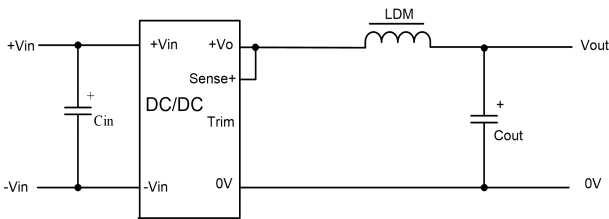

图 3
- ① Ctrl 控制引脚的电压是相对于输入引脚-Vin;
- ② 纹波噪声测试时具体操作方法参见图 3;
- ③ 过温保护形式为产品输出关断;
- ④ 使用 Trim 和 Sense 时, 24VDC 输出型号需满足  $V_{in} \geq 34VDC$ , 36VDC 输出型号需满足  $V_{in} \geq 48VDC$ ;
- ⑤ 引脚耐焊接温度非烙铁实际设定温度, 为良好焊接焊点所需的温度。客户实际设定温度需根据 PCB 厚度、覆铜大小差异, 烙铁功率、烙铁头选择不同综合设定
- ⑥ 频率随负载变化;
- ①产品测试及应用时，请按照（图 3）推荐的测试电路进行；务必输入端外接一个电解电容  $C_{in}$ ，用于抑制输入端可能产生的浪涌电压，输出端外接一个电感和电解电容  $C_{out}$ ，用于输出滤波；
- ②如果产品输入端并联瞬变能量较大的电路（如并联电机驱动电路），或会导致产品输入电压被拉低，此时关注产品输入电压的波动，建议适当增大输入端电解电容  $C_{in}$  的容值，以保障输入端电压稳定，避免输入电压低于欠压保护点导致产品重复启动的情况；
- ③如需进一步减少输入输出纹波，可适当加大外接电容  $C_{in}$ 、 $C_{out}$  容值或选用串联等效阻抗值小的外接电容。